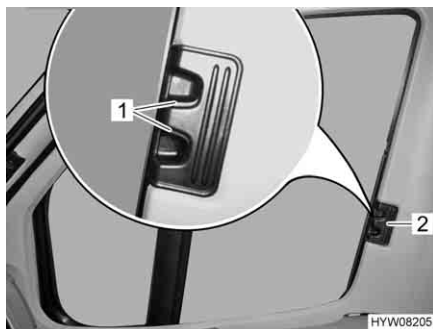

Fig. 16 Tendine oscuranti pieghevoli per il finestrino del conducente/passeggero
- Premere le maniglie di sbloccaggio (Fig. 16,1) e mantenerle premute.
- Con la levetta (Fig. 16,2) tirare le tendine oscuranti pieghevoli per il finestrino del guidatore e del passeggero verso l'altro lato della finestra e congiungerle alle strisce magnetiche.
- Inserire fino all'arresto le tendine oscuranti pieghevoli per il finestrino del guidatore e del passeggero per la maniglia (Fig. 16,2).
- Rilasciare le maniglie di sbloccaggio (Fig. 16,1) e mantenerle innestate.